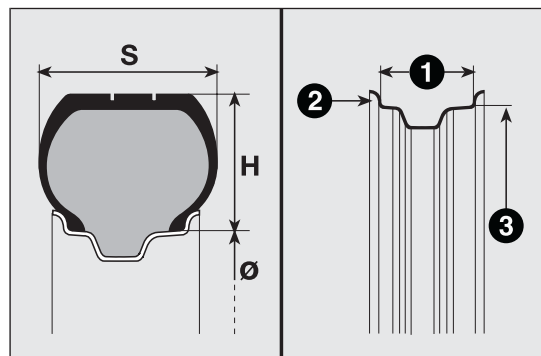

fig. 146
**Exemple fig. 146: 175/65 R 14 82H**
**Exemple : 5,00 B x 14 H2** fig. 146